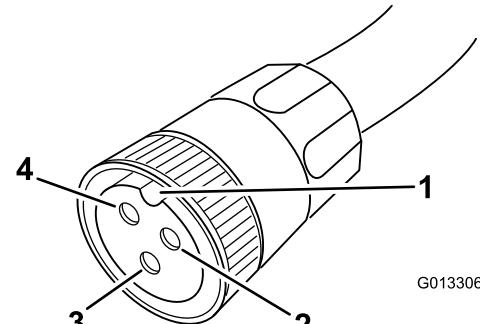

Figure 12
2. Tenez le câble de sorte que la rainure soit en position 12 heures (Figure 12).